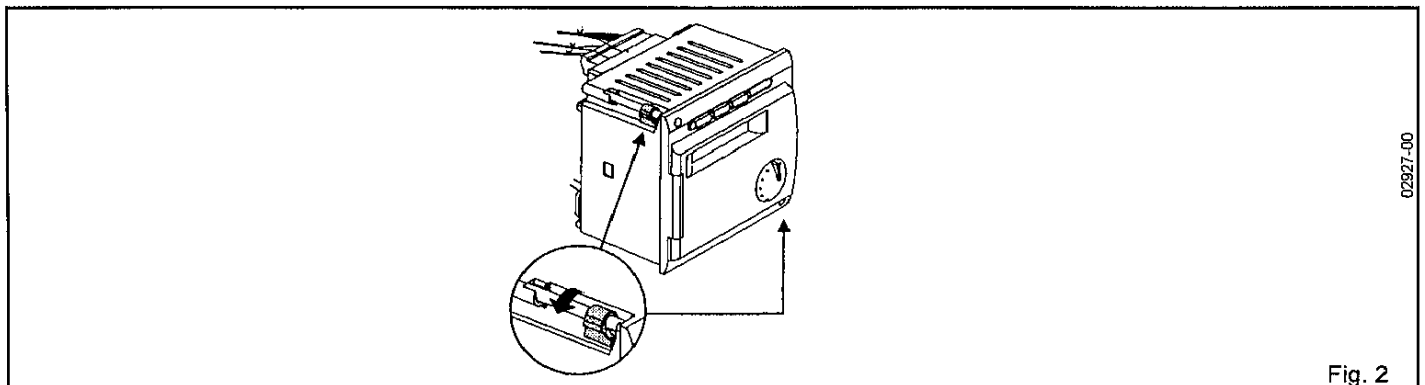

Fig. 2
- vérifier si l'intervalle entre le support frontal et le levier de fixation est suffisant (fig. 2)..